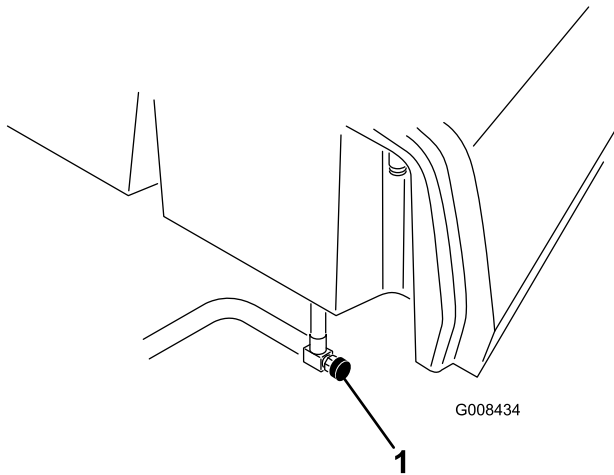

Figura 40
1. Cierre la válvula de cierre de combustible (Figura 40), situada debajo del depósito de combustible.